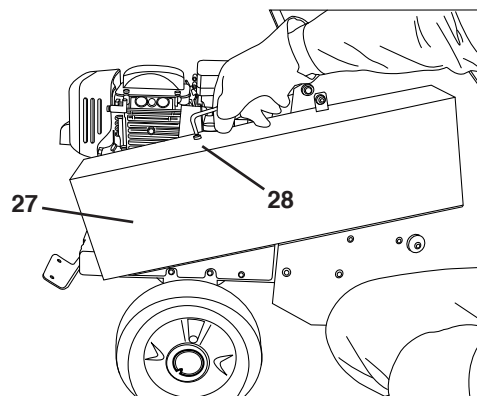

Figure 22
Pour vérifier la tension de la courroie, enlever le capot de protection de la courroie (27). Enlever le capot de protection de la courroie (27) en desserrant une vis (28) (SW 10) et 3 écrous (29) (SW 10, voir « Figure 22 et 23 »).